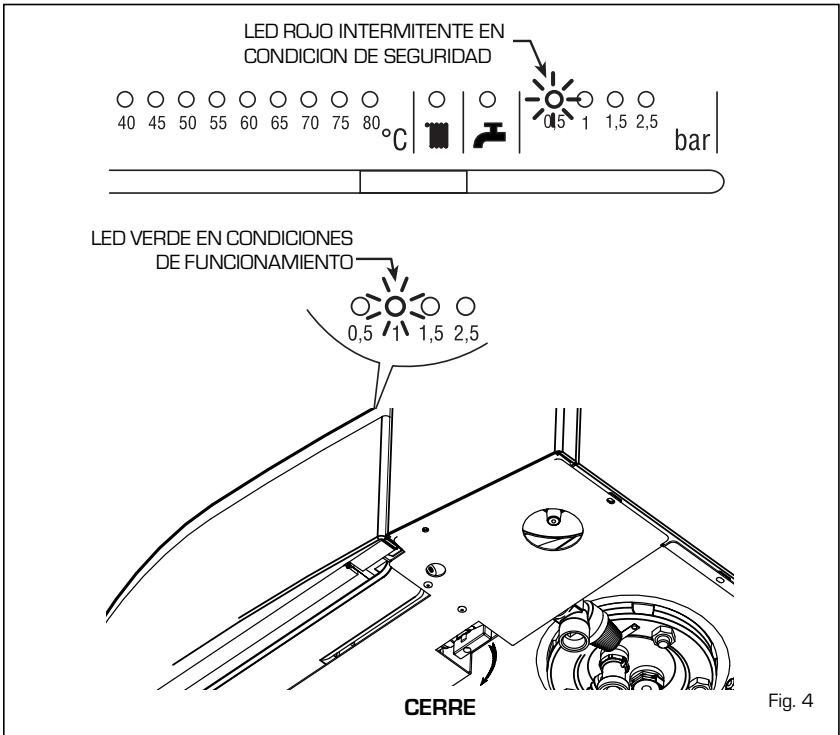

Fig. 4
- **Insuficiente presión de agua** (fig. 4)